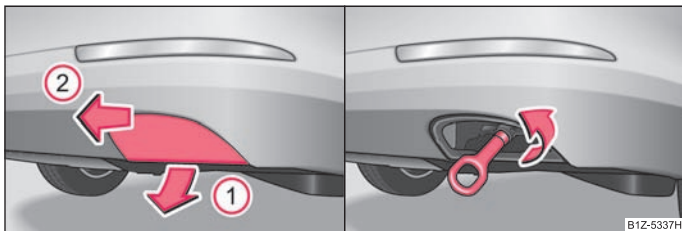

Fig. 184 Bara de protecție din spate: Demontarea capacului / Bara de protecție din spate: Montarea inelului de remorcare
- Apăsând în jos în sensul indicat de săgeata ① ⇒ fig. 184, deblocați partea de jos a capacului.
- Deblocați partea de sus a capacului trăgând în sensul indicat de săgeata ② și scoateți-l.
- Înșurubați cârligul de tractare cu mâna spre stânga până la limită ⇒ fig. 184 - dreapta și strângeți-l cât de mult posibil. Pentru strângere, vă recomandăm de exemplu să utilizați cheia de roți*, inelul de ancorare al unui alt autovehicul sau un alt obiect asemănător, pe care să îl puteți introduce în cârlig.